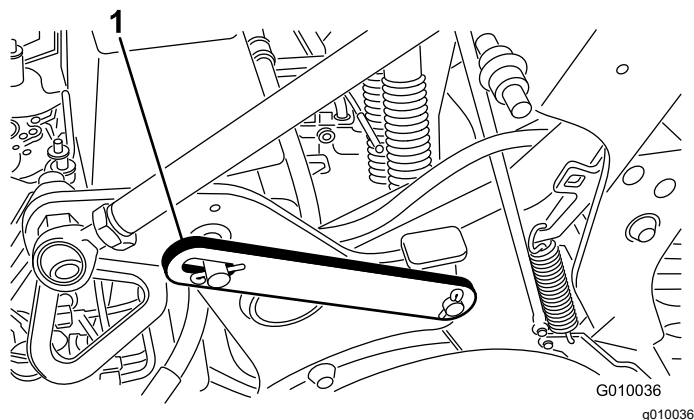

Figura 18
3. Togliete l'anello Seeger che fissa il fermo di servizio in posizione di rimessaggio (Figura 18).